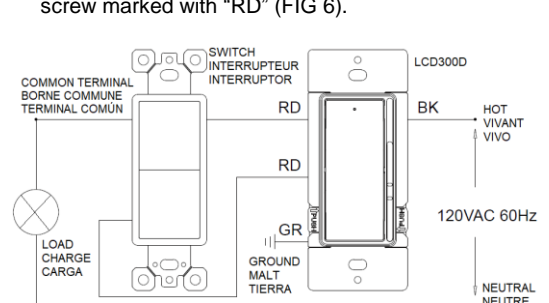

FIG. 5
- Câblage à 3 voies. Raccorder les fils conformément au diagramme (FIG. 5) comme suit :
- Cableado de 3 vías. Conectar los cables según el diagrama (FIG 5) de la siguiente manera:
6B. 3-wire wiring. Connect wires per diagram (FIG 5) as follows: